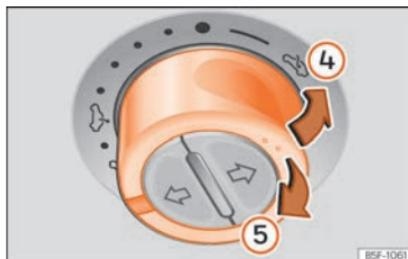

Fig. 16 Dans le ciel de pavillon : appuyer sur la commande et tirez-la pour lever et baisser le toit.
- Pivotement : poussez la commande en position **»» fig. 16 ④**. Pour obtenir une position intermédiaire, maintenez la commande enfoncée jusqu'à parvenir à la position souhaitée.
- Abaissement : tirez la commande vers la position **»» fig. 16 ⑤**. Pour obtenir une position intermédiaire, maintenez la commande enfoncée jusqu'à parvenir à la position souhaitée.